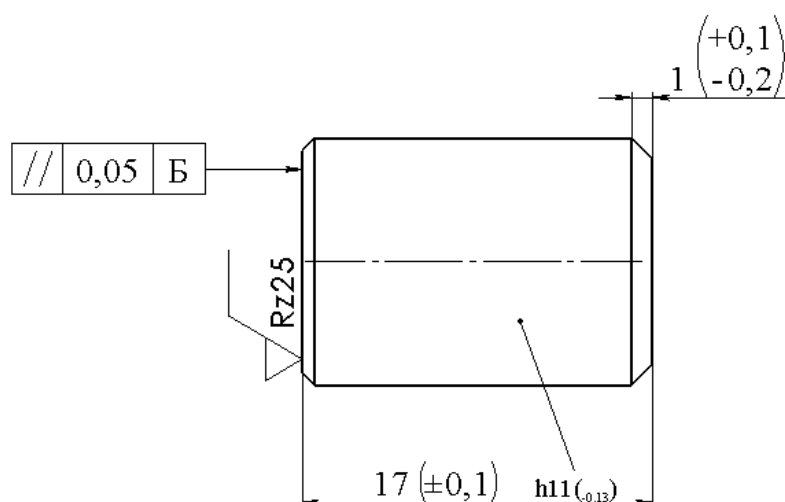

Рис. 21
- Выберите заметку и размер и нажмите кнопку **Выровнять по нижнему краю** — панели инструментов «Выравнивание» для выравнивания текста размера и заметки по вертикали (рис. 21);